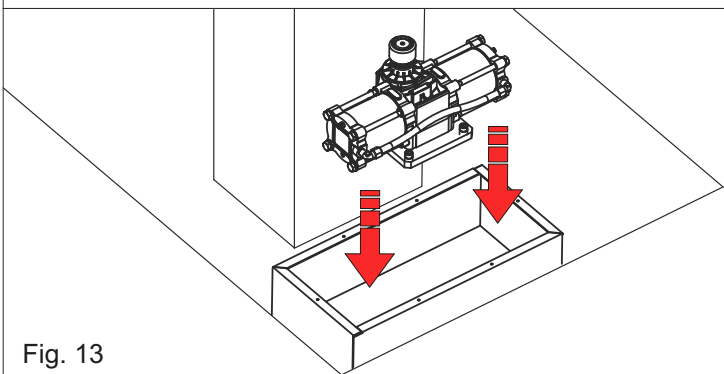
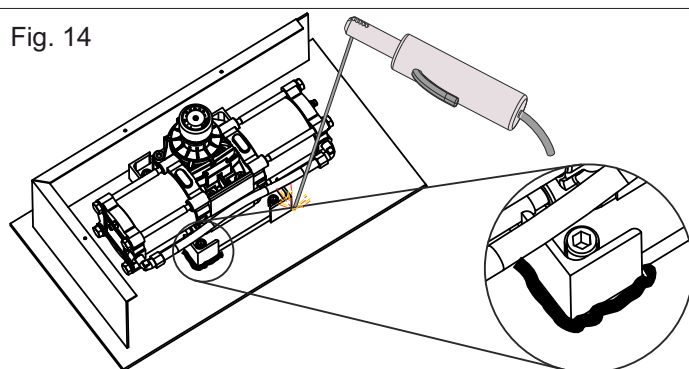

Fig. 13
Fig. 14
3.1. Placer le vérin dans le caisson de fondation (Fig.13), en positionnant l'axe de la tige de sortie aligné avec l'axe de la charnière du portail et souder les 4 angles aux extrémités (Fig.14)